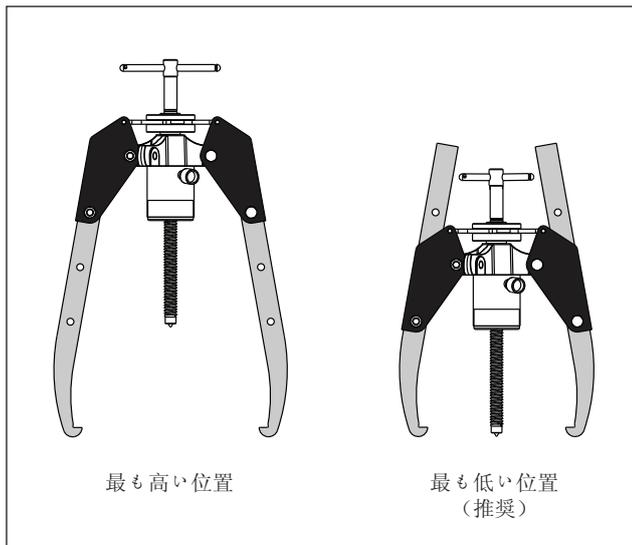

図7: ジョーの取り付け位置 (一般的)
- ジョーの変形の可能性を下げるため、必ずできる限り最も低い取り付け穴にジョーを取り付けて作業を行ってください。大型の構成部品の周囲にスペースを設ける必要がある場合に限り、最も高い取り付け穴を使用してください。図7を参照してください。